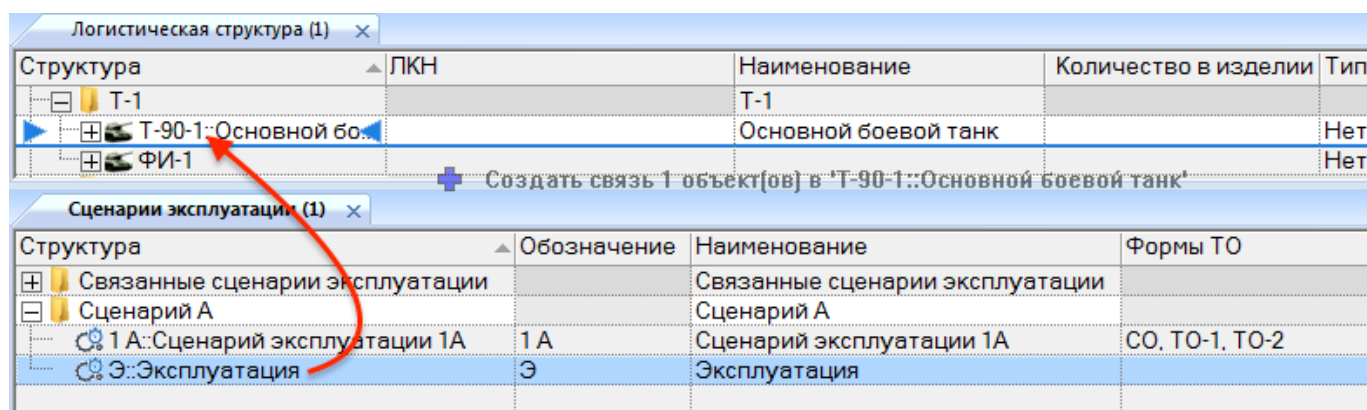

Рис. 18-6 – Создание связи типа ФИ и сценария эксплуатации
- 3) В рабочем окне «Сценарии эксплуатации» выбрать необходимый сценарий и переместить сценарий на тип ФИ (рис. 18-6).